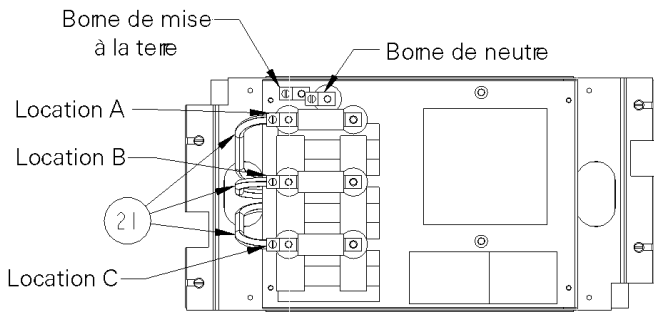

Figure 9. Installation des raccords de câble au TVSS.
6. Faire les raccords de câbles au TVSS. Tailler les assemblages de câble au minimum nécessaire et dénuder $1/2$ pouce du bout du câble. Raccorder les assemblages de câble aux cosses fournies dans l'unité TVSS et serrer les vis des cosses à 110 po.-lb. Assurez-vous que l'endroit A est raccordé à la cosse supérieure, que l'endroit B (si nécessaire) à la cosse du milieu et que l'endroit C à la cosse inférieure comme montré à la Figure 9.
a. **Installer la mise à la terre (et le câble du neutre si demandé).** Mesurer la longueur requise pour la mise à la terre et les câbles de neutre et couper du câble [1]. Dénuder 1/2 pouce du bout du câble et raccorder à la mise à la terre TVSS et aux cosses de neutre ainsi qu'aux cosses de panneau, comme montré à la Figure 9. Serrer les vis des cosses à 110 po.-lb. Réinstaller le couvercle de plastique sur le TVSS.